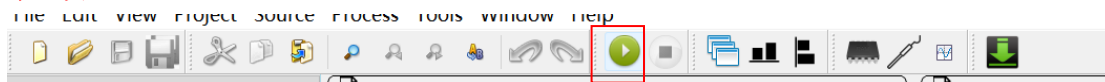

图 32 分配完引脚后编译一次
5. 之后在 **Constraints** 下看到分配引脚生成的文件。如图 32 所示。
注意：分配完引脚后要编译一次，才能下板。如下图 32 红色矩形圈按钮，进行编译一次。
- 1) 选择 Tools->Download 进行下板。如图 32 所示。